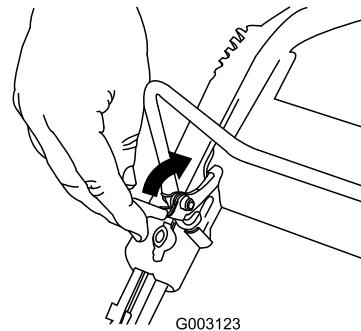

Figure 16
Pour couper le moteur, appuyez de manière prolongée sur le bouton d'arrêt du moteur (Figure 16) enfoncé jusqu'à l'arrêt du moteur.
1. Tirez le verrou de la barre de commande en arrière (Figure 16).